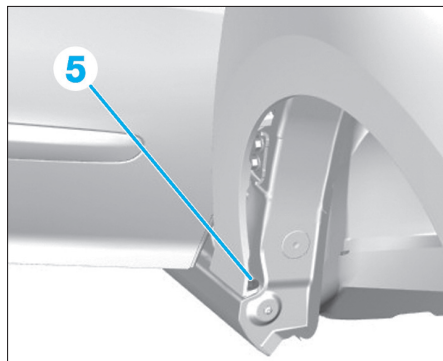

Fig. 162
- Déposer les vis (5) (Fig.162).